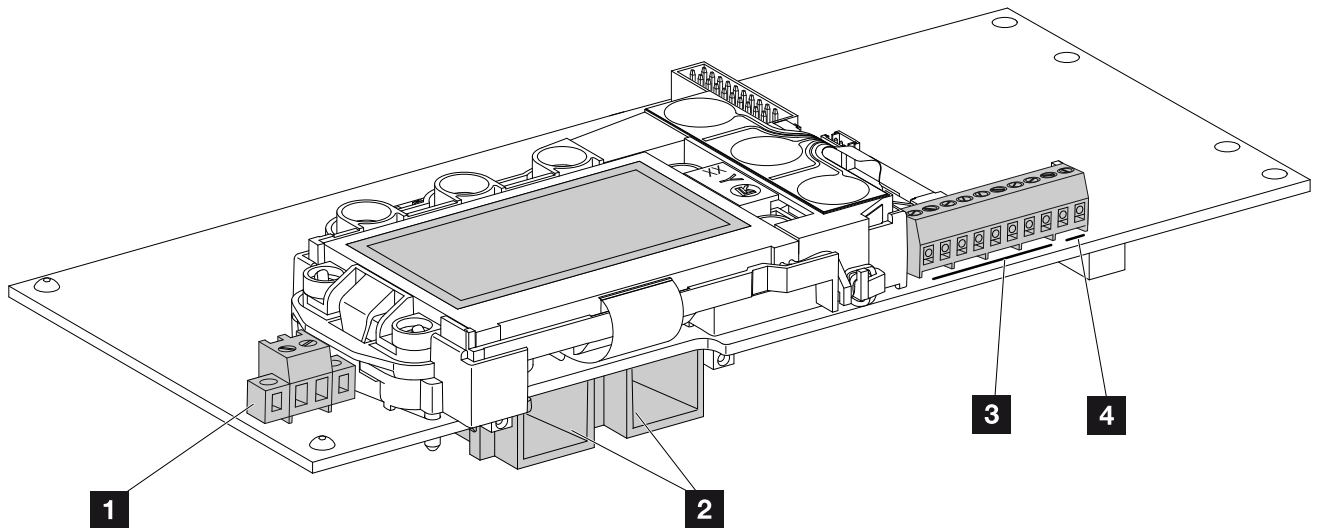

Fig. 38: Componentes de la tarjeta de comunicación
6. Introducir los conectores hembra y los conectores macho de los strings CC en el inversor.  **Fig. 38**